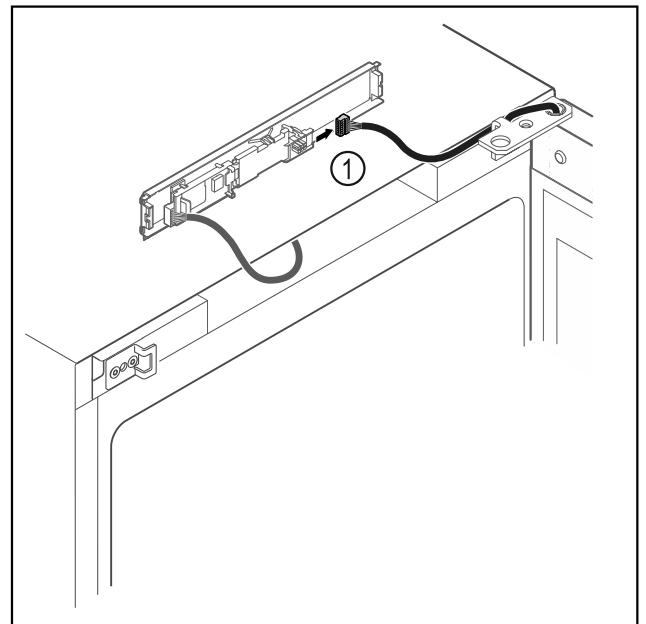

Fig. 10
- ▶ Scoateți fișa Fig. 10 (1) de la placa electronică.